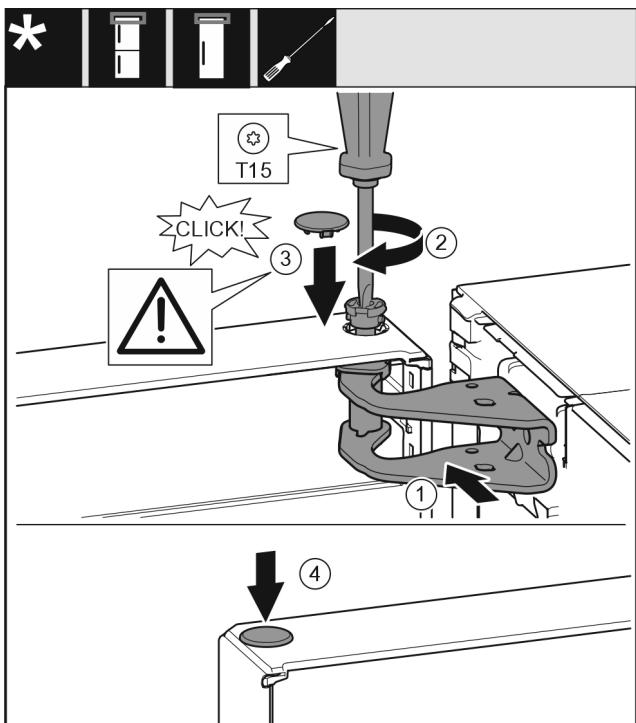

Fig. 19
- ▶ Poravnajte gornja vrata prema otvoru u podlošku ležaja. Fig. 19 (1)
- ▶ Umetnute svornjak i zavijte odvijačem T15. Fig. 19 (2)
- ▶ Montirajte sigurnosni pokrov radi osiguranja vrata: Umetnute sigurnosni pokrov i provjerite naliježe li na vrata. U protivnom u potpunosti umetnите svornjake. Fig. 19 (3)
- ▶ Umetnute čep. Fig. 19 (4)